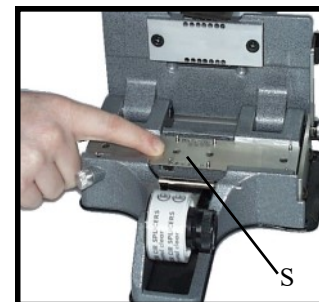
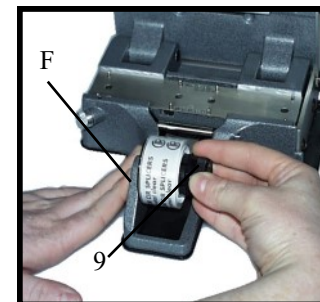

Fig.1
Fig.2
- Tre/quattro pezzetti sovrapposti di nastro adesivo (S fig 1), siano applicati alla matrice. In questo modo, i piccoli rettangoli tranciati dal punzone rimarranno sotto la matrice e non torneranno in superficie attaccandosi al film.
- Il nastro adesivo sia ben centrato rispetto ai pernetti centrali (S fig 1) e ben aderente alla flangia (F fig 2). Nastri adesivi di diverse larghezze possono essere centrati semplicemente rimuovendo o aggiungendo flange, disponibili in diversi spessori.
- Lo svolgimento del nastro adesivo sia ben regolato a mezzo dell'apposito pomello di regolazione (9 fig 2).